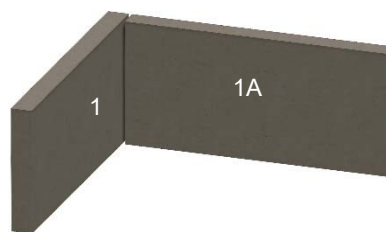

Figura 8. Pata de caballete y pata de cruz
B. Para las instalaciones en exteriores, alinee y coloque una pata de apoyo (1) y la pata transversal (1A) en la zapata, asegurándose de que estén a plomo y niveladas. Véase la figura 8.